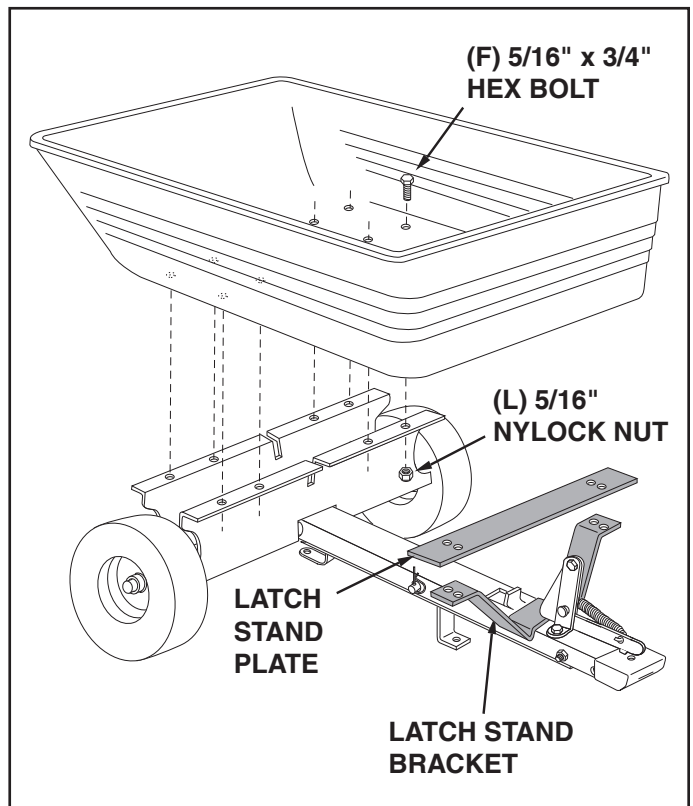

FIGURE 7
13. Turn the assembled tongue, wheel support and wheels over to the upright position. Place the latch stand bracket onto the tongue between the latch lock assembly and the raised tab. Place the poly tray onto the wheel support and latch stand bracket. Fasten the tray to the wheel support using eight 5/16" x 3/4" hex bolts (F) and 5/16" nylock nuts (L). **Do not tighten yet.** See figure 7.
14. Place the latch stand plate between the latch stand bracket and the poly tray. See figure 7.
13. Retourner le support de roues. Placer la plaque de serrure entre l'assemblage de serrure à ressort et la plaquette soulevée sur la barre d'attelage. Positionner la caisse pour qu'elle tienne bien en place sur le support de roues et la plaque de serrure. Fixer la caisse au support de roues à l'aide de huit boulons à 6 pans (F) et d'écrous (K). **Ne pas serrer maintenant.** Voir figure 7.
14. Placer la plaque de serrure entre le support de serrure et la caisse. Voir figure 7.